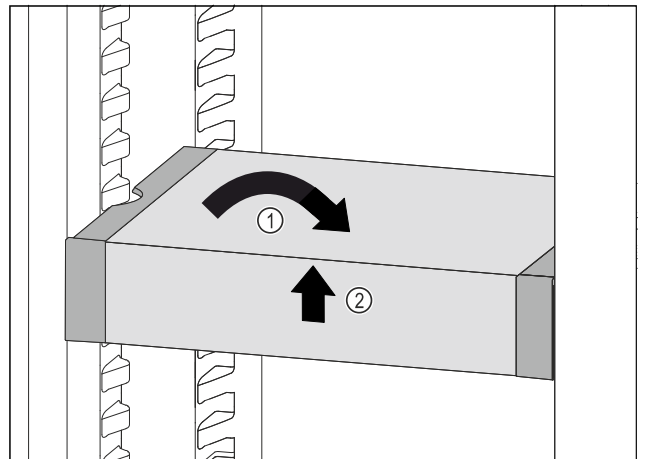

Fig. 60
- ▶ Установите VarioSafe прямо. Fig. 60 (1)
- ▶ Приподнимите VarioSafe спереди. Fig. 60 (2)